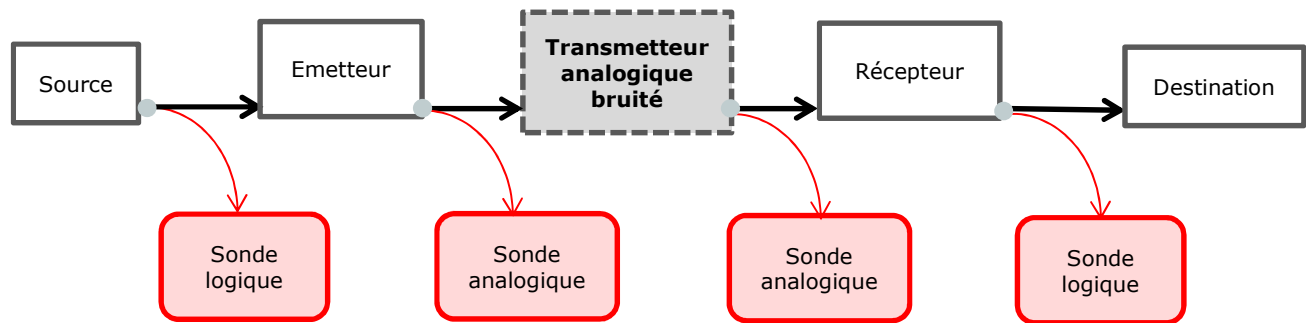

Figure 5. Modélisation de la chaîne de transmission à l'étape 3.
► Étape 3 : *transmission non-idéale avec canal bruité de type « gaussien »* (cf figure 5). La propagation dans le canal est modélisée de manière théorique par un bruit blanc additif gaussien qu'il conviendra de régler en fonction des paramètres du transmetteur vus à l'étape précédente. Vous devrez particulièrement surveiller le TEB en réception.